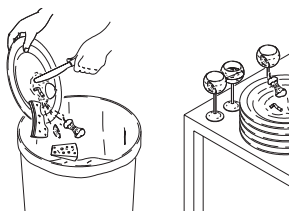

Fig. 13
• enlever les restes de nourriture des couverts avant de les introduire dans le lave-vaisselle pour le lavage (fig. 13)